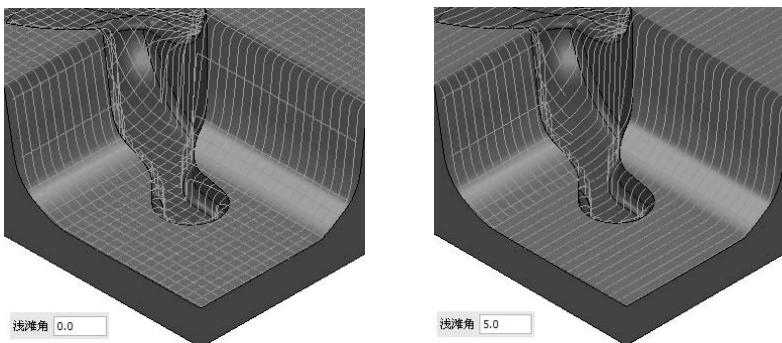

图 2-38 浅滩角
(3) 垂直路径 用于产生与第一刀具路径垂直的第二条刀具路径，且可通过选项来优化刀具路径。
**【浅滩角】:** 用于定义零件结构面与坐标系 XOY 之间的夹角来区别零件的陡峭部位和平坦部位。当零件上的角度小于所定义的浅滩角时，当作平坦面，不产生垂直路径，如图 2-38 所示。